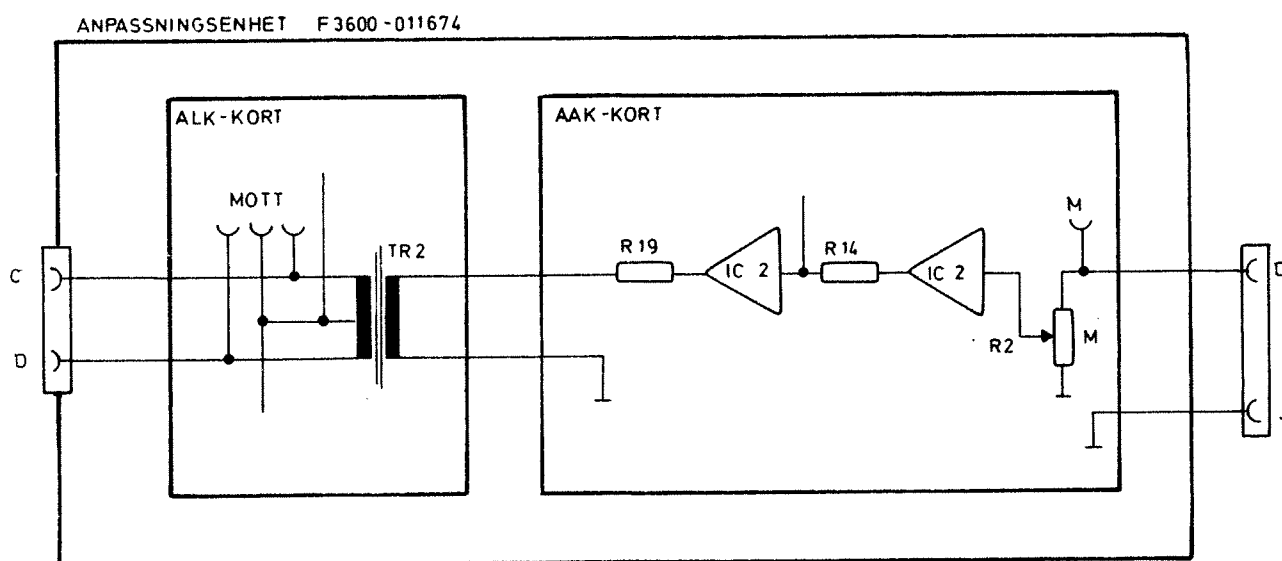

Bild 32
- Anslut därefter URI-metern till mätuttaget MOTT för aktuell kanal på anpassningsenhetens ALK-kort, se bild 32.